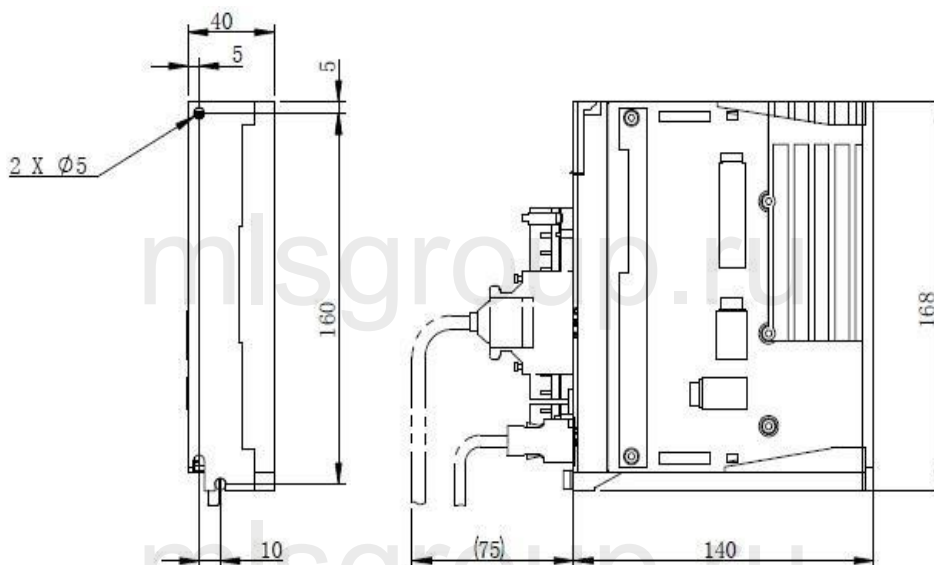

Рисунок 4.4 — Габаритные размеры привода (мм)
Используемый электродвигатель представляет собой сервопривод переменного тока, подключаемый к электросети 220 В перем. тока. посредством проводов «L» (фаза) и «N» (ноль) к клеммам L1, L2, L1C и L2C сервопривода. Установочные размеры привода и схему электрических соединений см. на рис. 4.4 и 4.5. соответственно.
1. Используемый электродвигатель представляет собой сервопривод переменного тока, подключаемый к электросети 220 В перем. тока. посредством проводов «L» (фаза) и «N» (ноль) к клеммам L1, L2, L1C и L2C сервопривода. Установочные размеры привода и схему электрических соединений см. на рис. 4.4 и 4.8. соответственно.